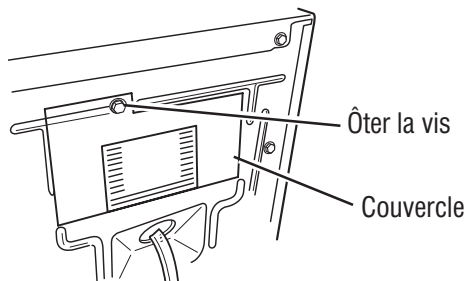

Figure 12 - Retirer le couvercle.
- 2.** Retirer le couvercle qui se trouve sur le coin supérieur droit à l'arrière de la sècheuse. Voir figure 12.
2. Retirer le couvercle qui se trouve sur le coin supérieur droit à l'arrière de la sècheuse. Voir figure 12, page 38.